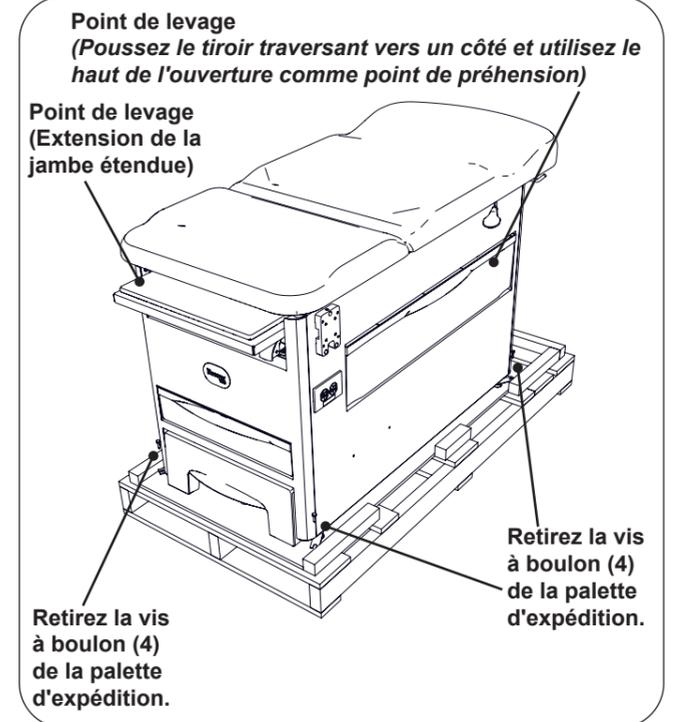

Figure 3. Points de levage de table
2. Déboulonner la table de la palette d'expédition en retirant les 4 vis de boulon de la palette avec un 1/2" clé à douille et retirez le support d'expédition. Voir la Figure 3.
3. Retirez la table de la palette d'expédition en la soulevant aux points de levage indiqués sur la Figure 3. Deux personnes sont nécessaires pour soulever la table. La rallonge de pied peut être utilisée pour le levage.
- Pour éviter d'endommager la table, soulevez-la uniquement aux points indiqués sur la Figure 3.